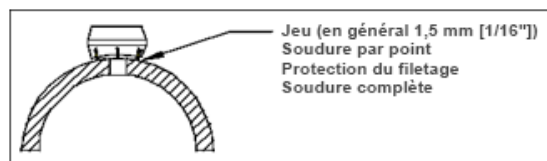

Figure 3. Jeu de soudure
- En utilisant le jeu de soudure approprié (généralement 1,5 mm [1/16"]), soudez par point le raccord Thread-o-let à l'emplacement requis (figure 3).